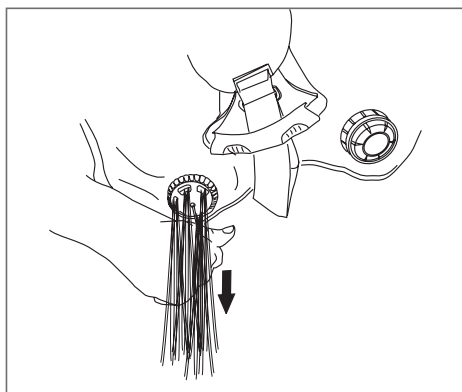

Fig. 30 Salida del agua por la válvula de sobrepresión
2. Le recomendamos enjuagar periódicamente la bolsa interna con agua dulce. Para poder efectuar esta operación, es necesario desmontar la válvula de sobrepresión (Fig. 28) y con un destornillador desplazar con cuidado la membrana ubicada sobre los arandelas para poder introducir agua dulce corriente (Fig. 29). Luego, monte nuevamente la válvula e infle el chaleco hidrostático dando vueltas y agitando por todas partes para hacer circular el agua. Para facilitar la salida del agua que se ha introducido, le recomendamos inflar el chaleco hidrostático hasta expandirlo de modo que se abran automáticamente las válvulas de sobrepresión y que salga así el agua contenida dentro (Fig.30). Por último, déjelo secar sin exponerlo directamente al sol por mucho tiempo.